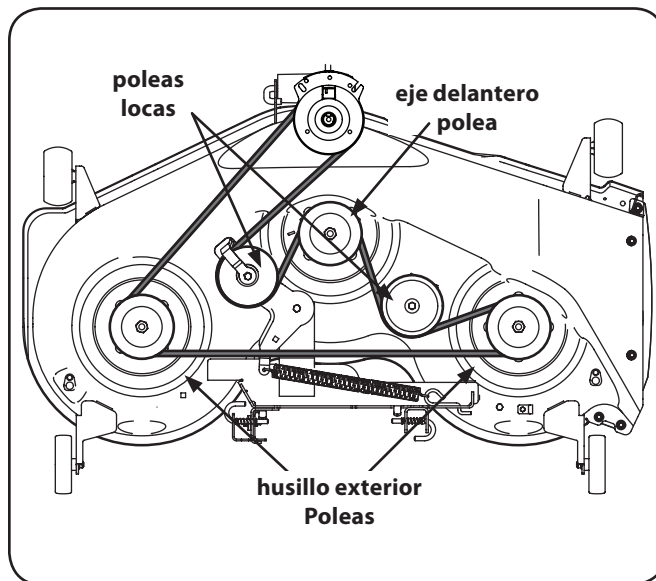

Figura 7-9
5. Para instalar la nueva correa, empezar por enrutamiento de la correa alrededor de las dos poleas de husillo exterior, a continuación, alrededor de la polea del husillo frontal como se muestra en la Figura 7-9.